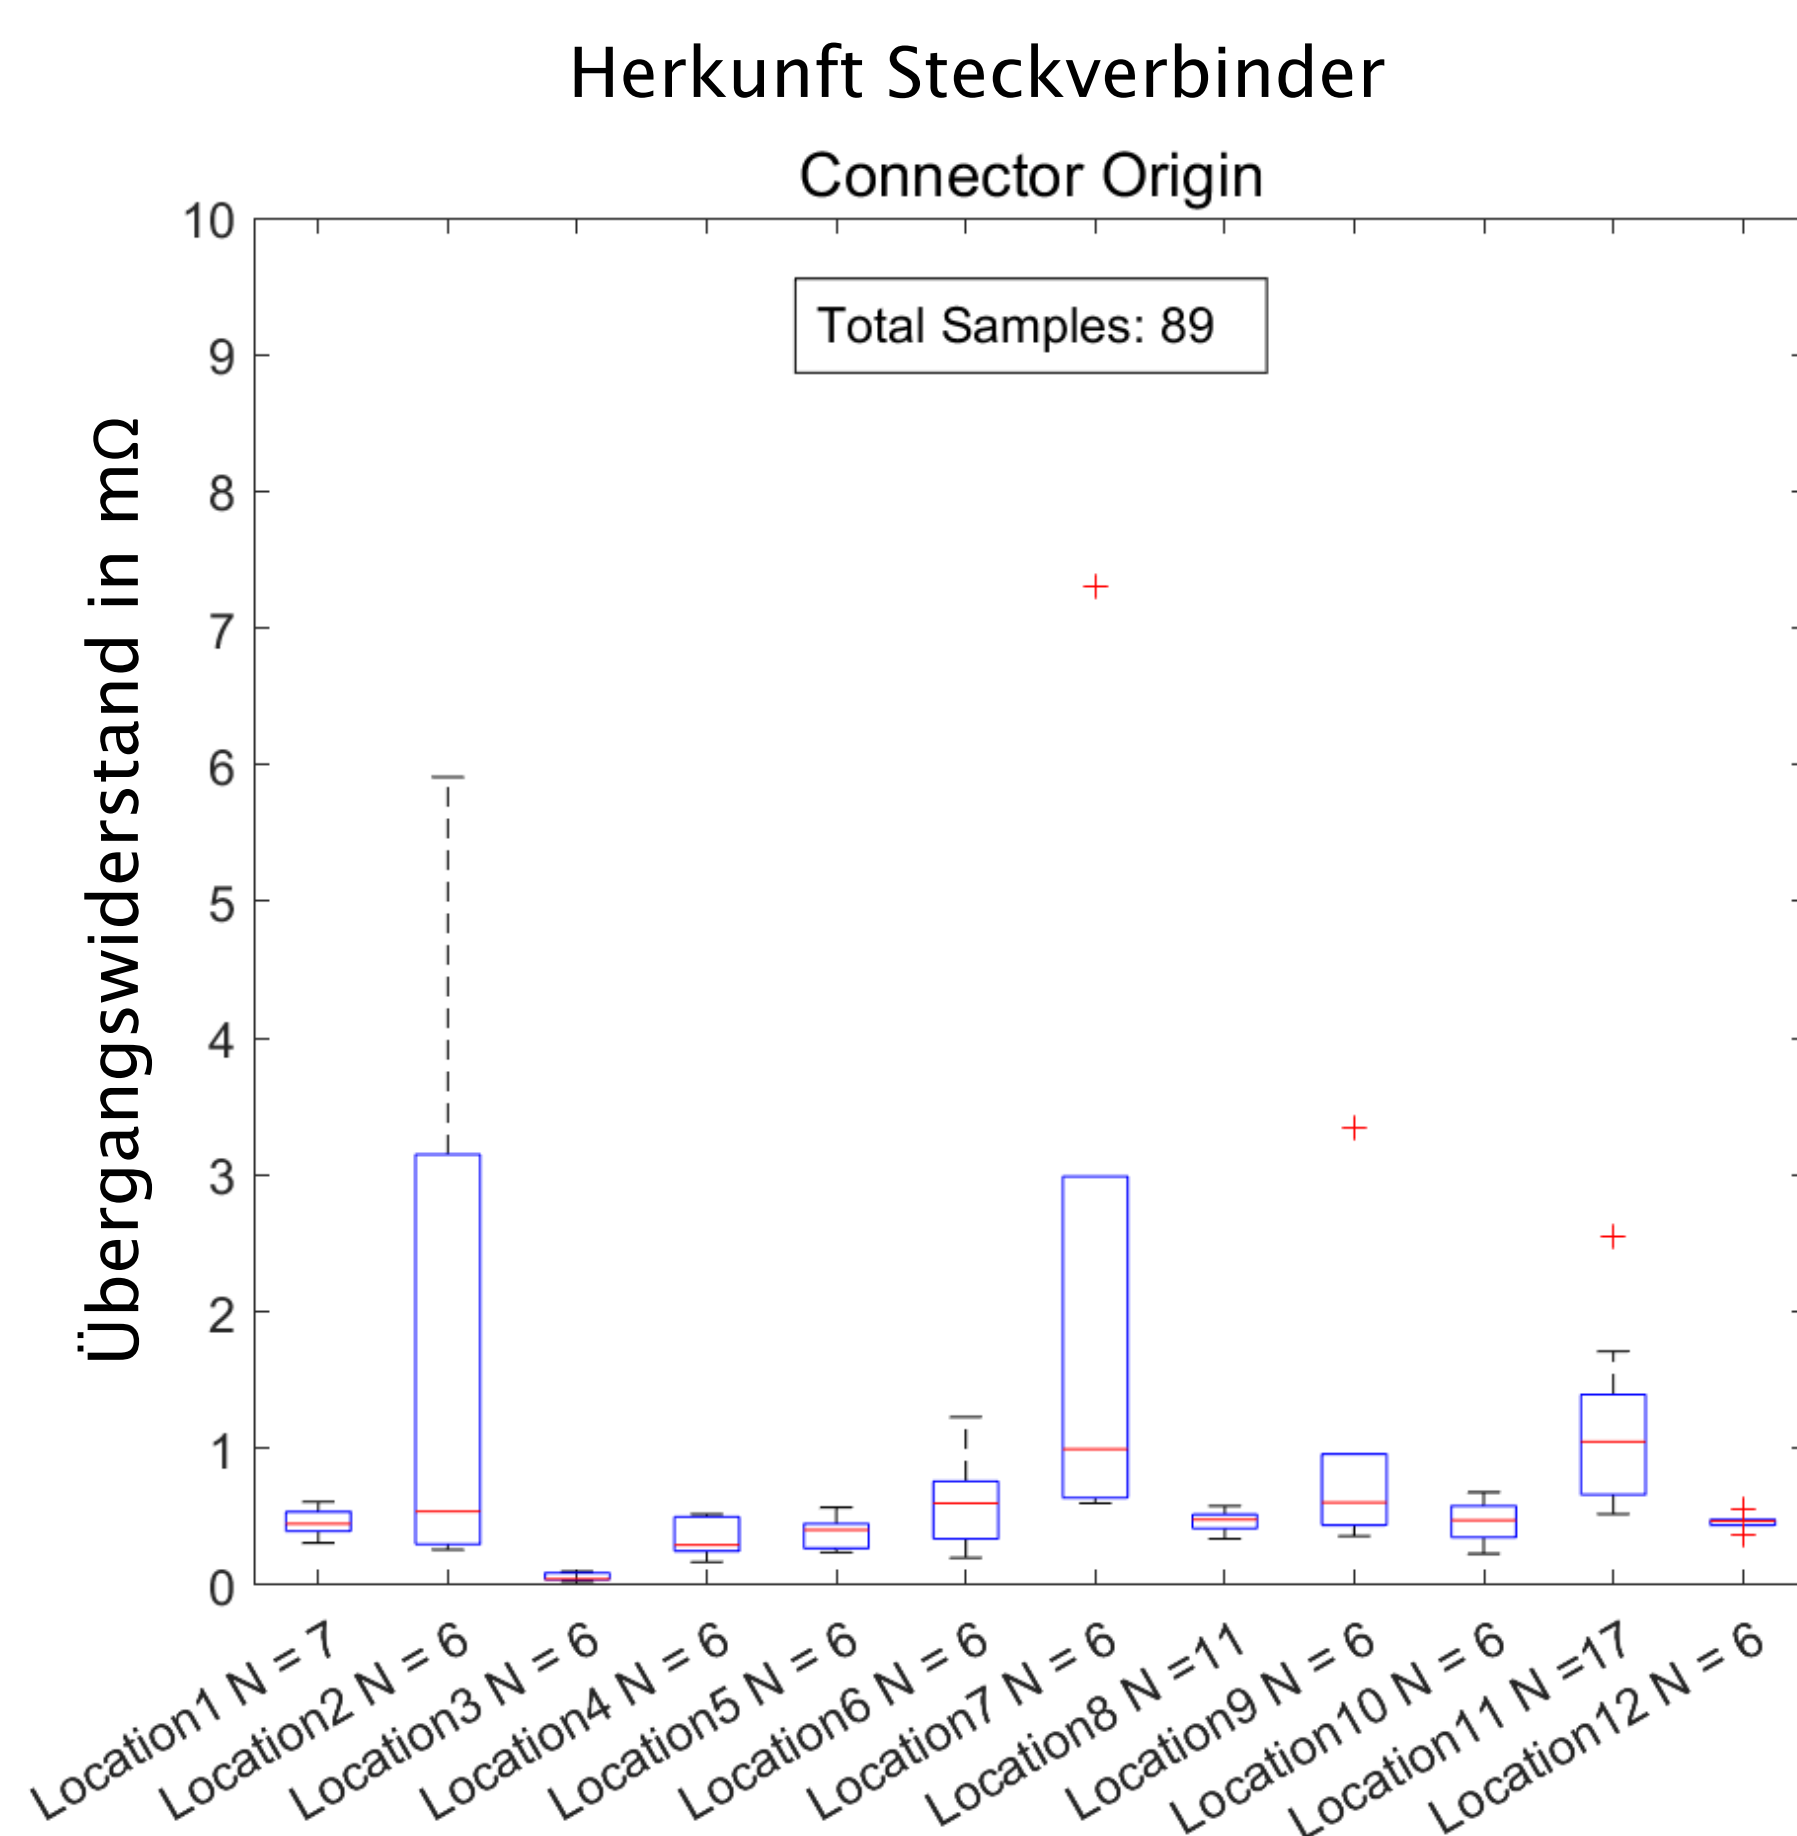

Abbildung 2: Übergangswiderstand in mΩ, aufgeteilt nach Installationsorten der Anlagen
- Eine Anlage zeigt eine hohe Streuung und grössere Ausreisser (siehe Abb. 2 unten, Location 2). Diese Anlage wurde umgebaut und die Steckverbinder wurden mutmasslich über längere Zeit ungeschützt auf der Baustelle offen gelagert.